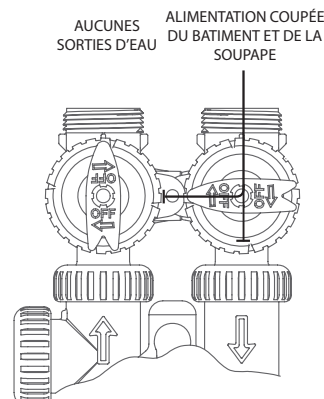

Figure 4
4. **Position d'arrêt:** La poignée d'entrée est enclignée vers le centre du robinet de dérivation et la poignée de sortie est enclignée au sens inverse de la soupape de dérivation. L'eau est coupée du bâtiment. Lorsqu'un robinet est ouvert dans le bâtiment, le système de traitement d'eau sera dépressurisé. Une pression négative dans le bâtiment en combinaison avec l'adoucisseur en mode de régénération peut produire un siphonnement de saumure à l'intérieur du bâtiment. La présence d'eau près de la sortie de l'adoucisseur ou du filtre, est signe d'une dérivation d'eau dans le système **(Fig. 4)** (c. à d. un raccordement croisé à quelque part dans le bâtiment).